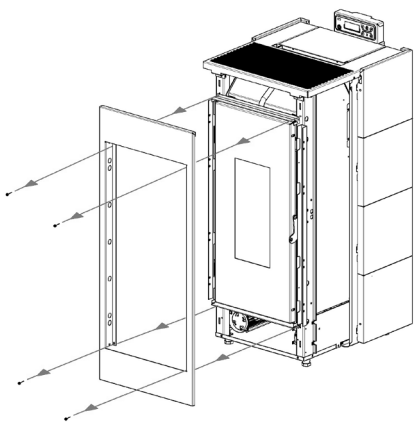

Fig. 37 - Desmontaje panel frontal
- Con un destornillador, gire la palanca en el sentido de la flecha (ver **Fig. 37**).